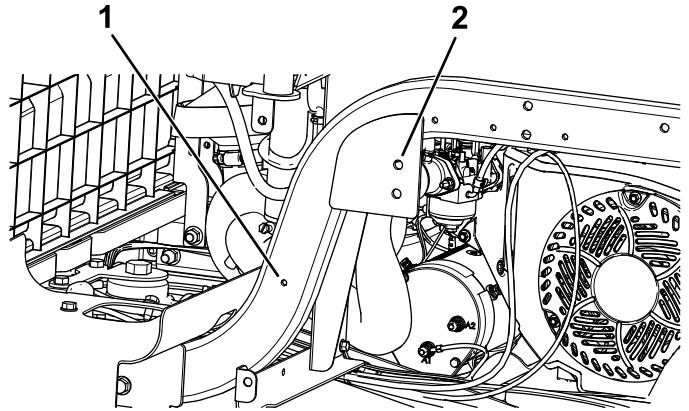

图 20
- 如图 20 所示将 ROPS 支架与座椅底座下的 2 个孔和朝向机架轨道前面的孔对齐。
- 在 ROPS 支架上标记孔的位置图 20。